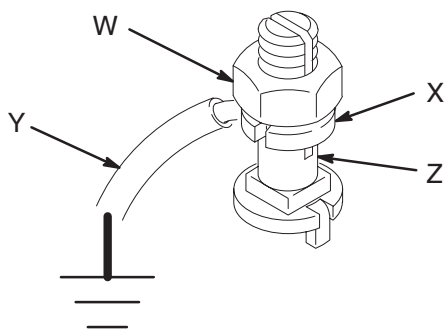

Abb. 2
Alle anderen Pumpen: Erdungskabel und Klammer verwenden. Siehe Abb. 2. Die Sicherungsmutter (W) und die Scheibe (X) der Erdungsöse lösen. Ein Ende eines mindestens 1,5 mm² dicken Erdungskabels (Y) in den Schlitz der Öse (Z) stecken und die Sicherungsmutter fest anziehen. Das andere Ende des Kabels mit einer guten Masse verbinden. Erdungskabel und Klammer mit Teile-Nr. 237569 bestellen.